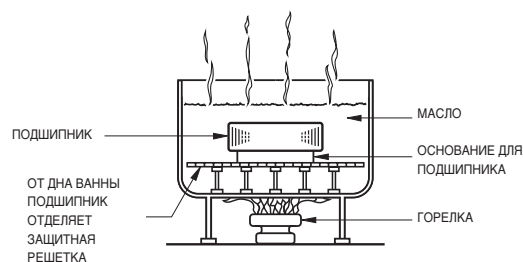

Рис. 10. Метод теплового расширения.
- Масляная ванна изображена на рис. 10. Избегайте прямого контакта подшипника с источником тепла.